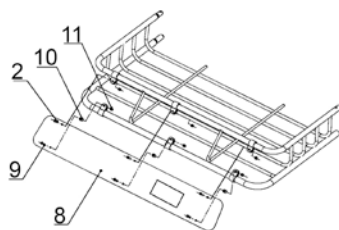

fig. 3
3. Installez un tube d'écartement (n° 10) entre la plaque d'aluminium (n° 8) et chacune des pinces inférieures (n° 6). Alignez les trous de la plaque, du tube d'écartement et de la pince. Insérez un boulon M6*40 (n° 9) dans chacun des 3 trous de boulon sur la partie inférieure de la plaque (fig. 3).
5. Retenez les 6 boulons au moyen d'un écrou de blocage M6 (n° 11) (fig. 3).